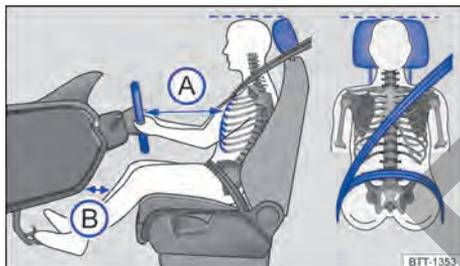

Fig. 20 Distancia correcta del conductor con relación al volante, posición correcta de la banda del cinturón de seguridad y ajuste correcto del apoyacabezas.
- Ajustar el asiento para que la distancia entre el volante y el tórax tenga como mínimo 25 cm → fig. 20 (A) y que el conductor pueda sujetar el volante del borde externo con las dos manos y los brazos ligeramente doblados.
- Ajustar el asiento del conductor de manera longitudinal para que los pedales se puedan accionar con las piernas ligeramente dobladas y la distancia de la zona de la rodilla con el tablero de instrumentos sea de al menos 10 cm → fig. 20 (B).
- Para los asientos con apoyacabezas: ajustar el apoyacabezas para que su borde superior se encuentre preferentemente en la misma línea de la parte superior de la cabeza → fig. 20, pero no por debajo de la altura de los ojos. Posicionar la parte posterior de la cabeza lo más cerca posible del apoyacabezas.